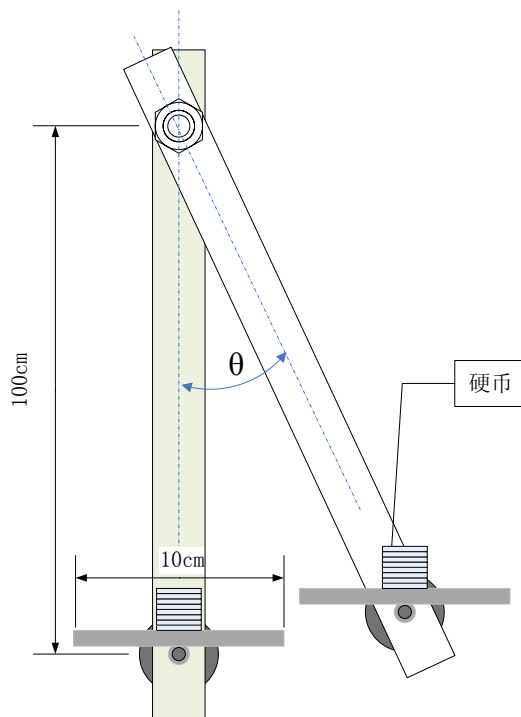

图 2
摆杆的一端通过转轴固定在一支架上，另一端固定安装一台电机，平板固定在电机转轴上；当摆杆如图 2 摆动时，驱动电机可以控制平板转动。
- (1) 控制电机使平板可以随着摆杆的摆动而旋转（3~5 周），摆杆摆一个周期，平板旋转一周（ 360° ），偏差绝对值不大于 45° 。
- (2) 在平板上粘贴一张画有一组间距为 1cm 平行线的打印纸。用手推动摆杆至一个角度 θ （ θ 在 $30^\circ \sim 45^\circ$ 间），调整平板角度，在平板中心稳定放置一枚 1 元硬币（人民币）；启动后放开摆杆让其自由摆动。在摆杆摆动过程中，要求控制平板状态，使硬币在 5 个摆动周期中不从平板上滑落，并尽量少滑离平板的中心位置。
- (3) 用手推动摆杆至一个角度 θ （ θ 在 $45^\circ \sim 60^\circ$ 间），调整平板角度，在平板中心稳定叠放 8 枚 1 元硬币，见图 2；启动后放开摆杆让其自由摆动。在摆杆摆动过程中，要求控制平板状态使硬币在摆杆的 5 个摆动周期中不从平板上滑落，并保持叠放状态。根据平板上非保持叠放状态及滑落的硬币数计算成绩。